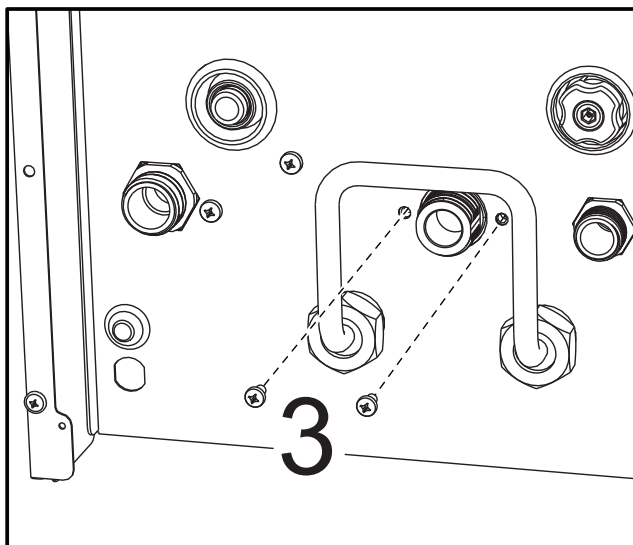

рис. 45
- Открутите винты "3" (рис. 45)